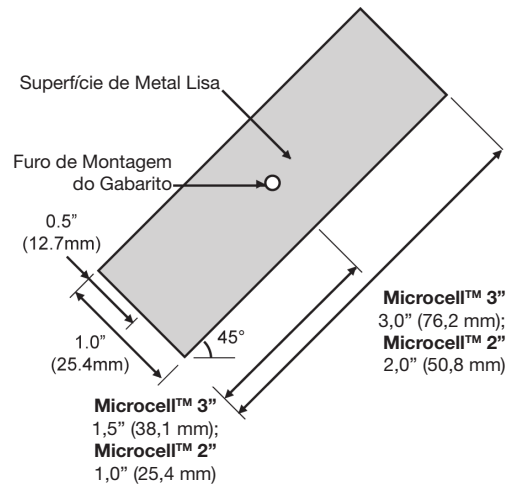

Figura 4-6. Superfície de Montagem preparada.
1. Vide Figura 4-6. No centro do local de montagem da Microcell™, faça perfurações por toda a banda com a broca nº 29. Isso produz o furo de montagem do gabarito.
2. Vide Figura 4-6. Marque a área de preparação da superfície para a Microcell™ A. Repita para a Microcell™ B no outro lado da banda.